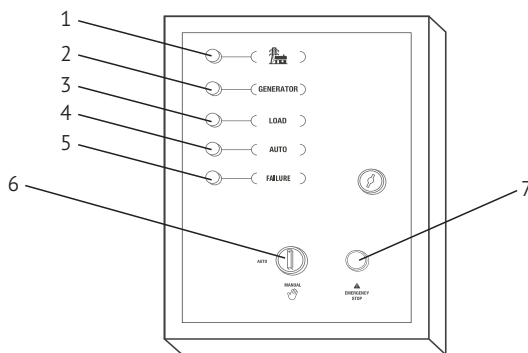

Рис. 1
Сначала запустите генератор в «РУЧНОМ» режиме с его панели, в положении Основного переключателя «MANUAL» блока ATS (6) рис. 1, тем самым проверив работоспособность генератора, и затем вы можете использовать режим «АВТО-AUTO» для автоматической работы системы ATS.
- Переместите Основной переключатель (6) рис. 1 в положение «АВТО-AUTO» на блоке ATS, система ATS будет работать автоматически и готова для последующих пусков генератора в автоматическом режиме.
Если вам нужно вручную запустить / остановить генератор, поставьте основной переключатель блока ATS (6) рис.1 в положение «MANUAL» и запустите / остановите генератор обычным «РУЧНЫМ» способом.
Если вам ЭКСТРЕННО необходимо остановить генератор воспользуйтесь экстренным аварийным выключателем (7) рис.1 на блоке ATS.